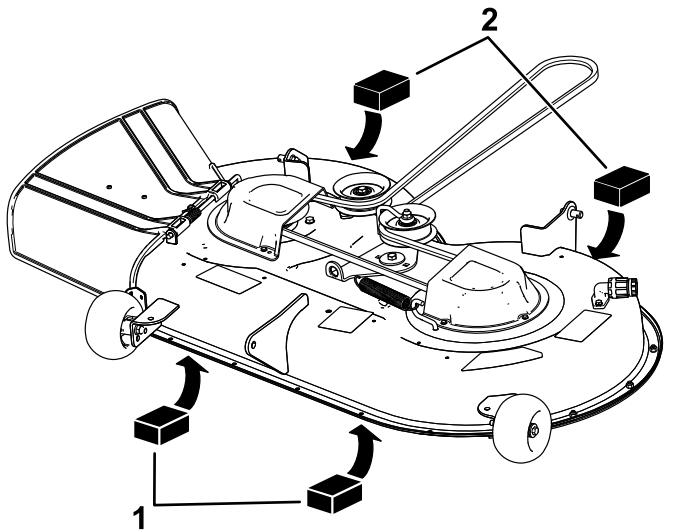

Figura 68
4. Posizionate 2 blocchi ciascuno con uno spessore di 6,6 cm sotto ciascun lato del bordo anteriore del piatto di taglio, ma non sotto le staffe del rullo antistrappo (Figura 68).
5. Posizionate 2 blocchi ciascuno con uno spessore di 7,3 cm sotto il bordo posteriore della falda del piatto di taglio; 1 su ciascun lato del piatto di taglio (Figura 68).